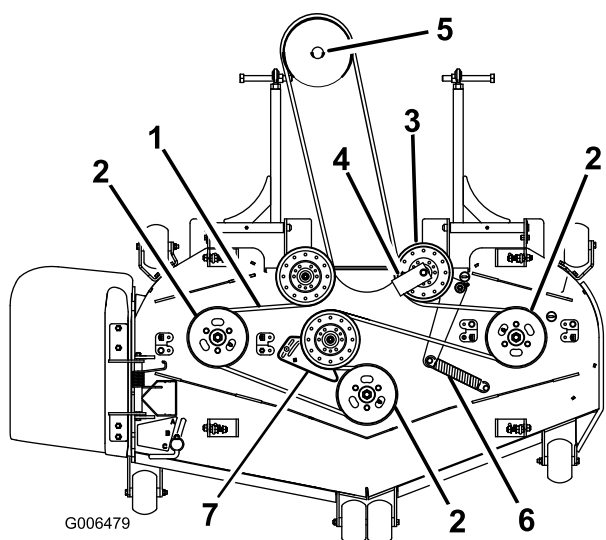
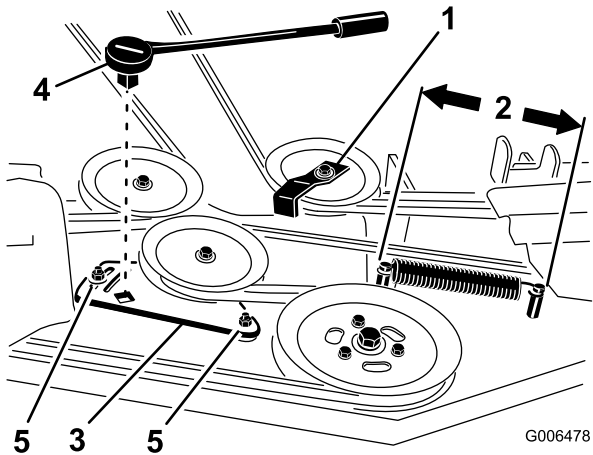

Figura 64
Figura 66
4. Para cortacéspedes de 72 pulgadas, afloje los pernos que sujetan la chapa de la polea tensora (Figura 66).
6. Retire la guía de la correa de la polea tensora tensada con muelle según se muestra en Figura 64 y Figura 66.
8. Pase la correa nueva alrededor de las poleas del cortacésped y de la polea de la caja de engranajes, debajo del motor (Figura 64).
9. Instale la guía de la correa en la polea tensora tensada con muelle con un ángulo de 45 grados, como muestra Figura 64 y Figura 66. Apriete el perno a 37–45 Nm (27–33 pies-libra).
10. Instale el muelle tensor en los dos postes (Figura 64 y Figura 66).
4. Mida la longitud del muelle (Figura 66). Si la longitud del muelle es de una distancia de 25.4 a 26.0 cm (10 a 10-1/4 pulgadas) entre los postes, no se necesita ningún ajuste.
5. Afloje los pernos que sujetan la chapa de la polea tensora (Figura 66).
6. Introduzca una llave de carraca en el taladro cuadrado de la chapa de la polea tensora del cortacésped para ajustar la tensión (Figura 66).
26.0 cm (10 a 10-1/4 pulgadas) entre los postes, según se muestra en Figura 66.
- Manteniendo la tensión de la correa y la longitud del muelle, apriete los pernos que fijan la chapa de la polea tensora (Figura 66).